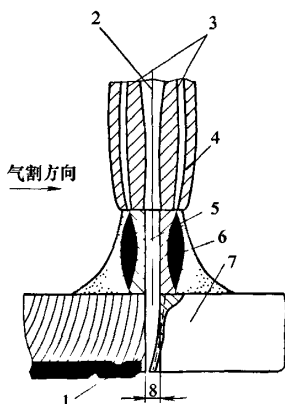

图3 切割中出现的后拖量和挂渣
(2)切割高压氧气流过大则会出现切割口过宽,光洁度差;氧气流过小会出现后拖量,氧化铁熔渣吹不掉,出现挂渣(见图3),粘在一起不易清除。而且还会导致高压氧气吹不透,造成气流回旋,氧化铁液四溅,发出“叭叭”的放炮声,烫伤操作者,毁坏割嘴,造成回火事故。所以应根据板件的厚度,来调节切割高压氧气流的压力大小,以吹透、光滑度好和无挂渣为宜。